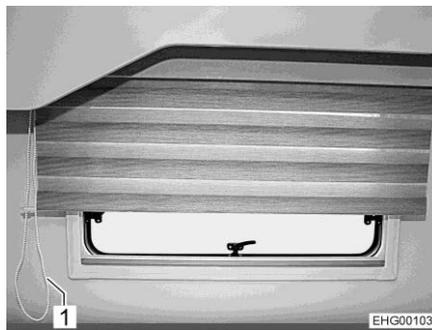

Bild 60 Vario-Rollo, Heckbereich
- An dem Strang der Ziehkette (Bild 60,1) ziehen, der das Vario-Rollo schließt, bis das Vario-Rollo in der gewünschten Stellung steht.
- An dem Strang der Ziehkette (Bild 60,1) ziehen, der das Vario-Rollo öffnet, bis das Vario-Rollo in der gewünschten Stellung steht.